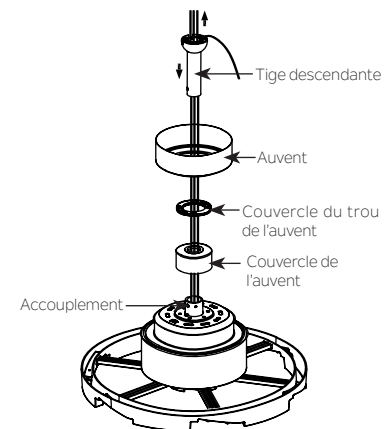

Fig. 10
Étape 5. Placez le couvercle de l'accouplement, le couvercle de l'orifice de l'auvent et l'auvent sur l'accouplement qui se trouve sur le dessus du bloc-moteur. Faites passer avec précaution les fils du ventilateur de l'ensemble moteur à travers la bielle descendante, puis insérez cette dernière dans l'accouplement (Fig. 10).